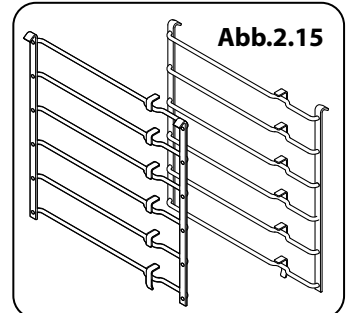

Abb.2.15
- 1 Satz seitliche Halterung (**Abb.2.15**).